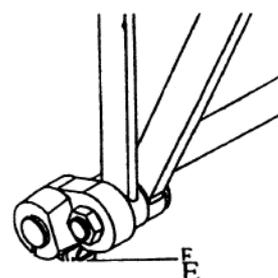

Fig.14
16. Position de la griffe dans la plaque aiguille (Fig. 14) :